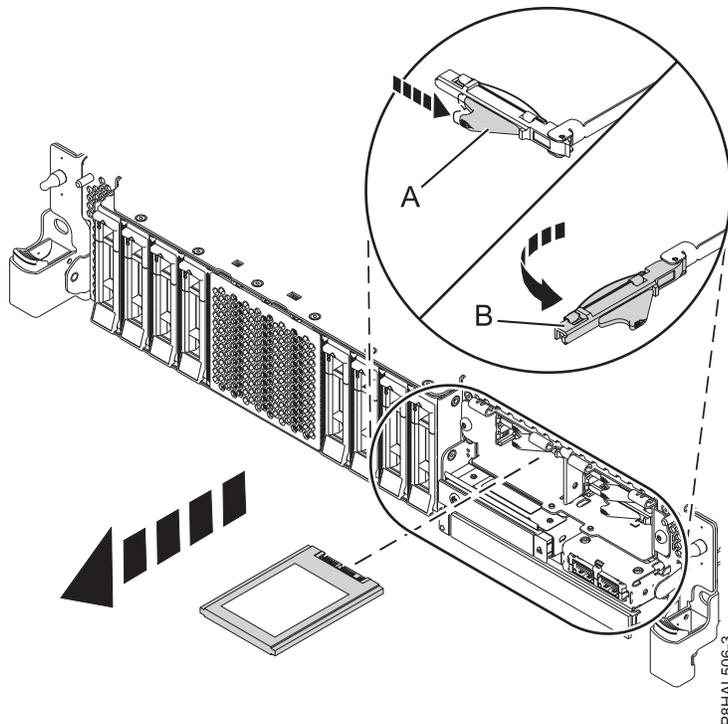

Figura 92. Extracción de una SSD de un sistema de función ampliada
11. Cuando el LED de identificación parpadee, desbloquee el asa de la unidad (**B**) presionando el pestillo del asa (**A**) en la dirección mostrada y tirando del asa de la unidad (**B**) hacia usted, como se muestra en la Figura 92 en la página 96. Si el asa no está extendida del todo, la unidad de estado sólido no se puede deslizar hacia fuera del sistema.